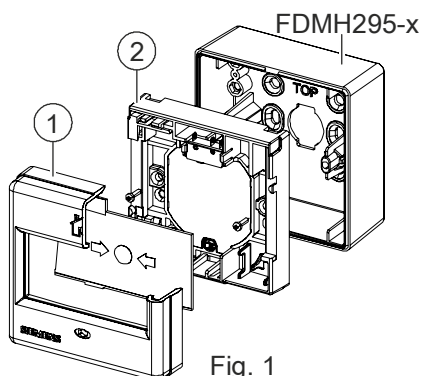

Fig. 1
The manual call point FDM365-RP (Fig. 1) consists of a housing cover (1) and a switching unit (2).
Der Handfeuermelder FDM365-RP (Fig. 1) besteht aus einem Gehäusedeckel (1) und einem Schaltungseinsatz (2).
Le déclencheur manuel FDM365-RP (Fig. 1) est composé d'un couvercle de boîtier (1) et d'une unité de commutation (2).